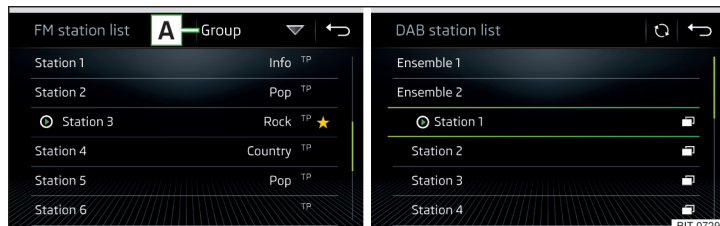

Fig. 175 Exemplu de listă a posturilor de radio FM / DAB disponibile
- Pentru **sortarea** (FM) posturilor de radio în ordine alfabetică, după grupă sau gen, atingeți suprafața de comandă funcții **A** » fig. 175 » **!**.
- Pentru **filtrarea** posturilor în funcție de tipul programului (de ex. cultural, muzical, sportiv etc.), atingeți în lista de posturi FM (cu funcția RDS activată) și în lista de posturi DAB (la selectarea sortării alfabetice a listei de posturi) suprafața de comandă funcții **A** » fig. 175.
▶ Pentru actualizarea **manuală**, atingeți suprafața de comandă funcții.  » **fig. 175.**